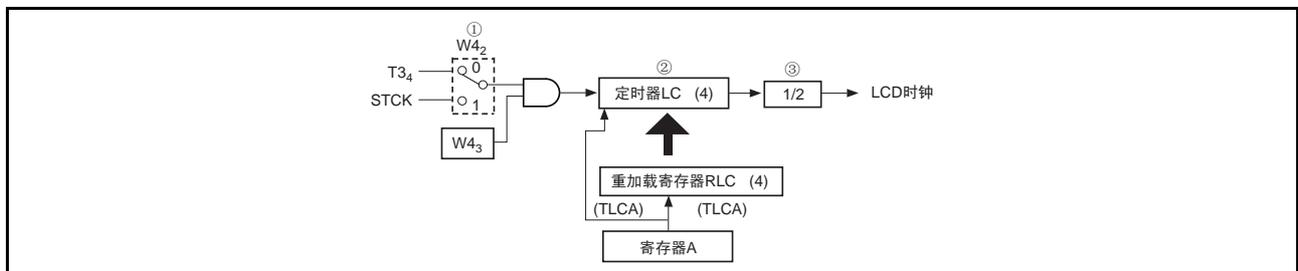

图 44 LCD 时钟控制电路的构成
因此，LCD 时钟的频率 (F) 可通过以下计算式求出。计算式下方的号码 (①~③) 与图 44 中的号码对应。